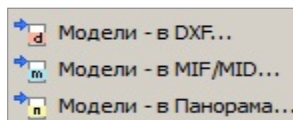

Рис. 14.4
1. В меню **Данные/ Экспорт** (рис. 14.4) выбираем соответствующую команду.